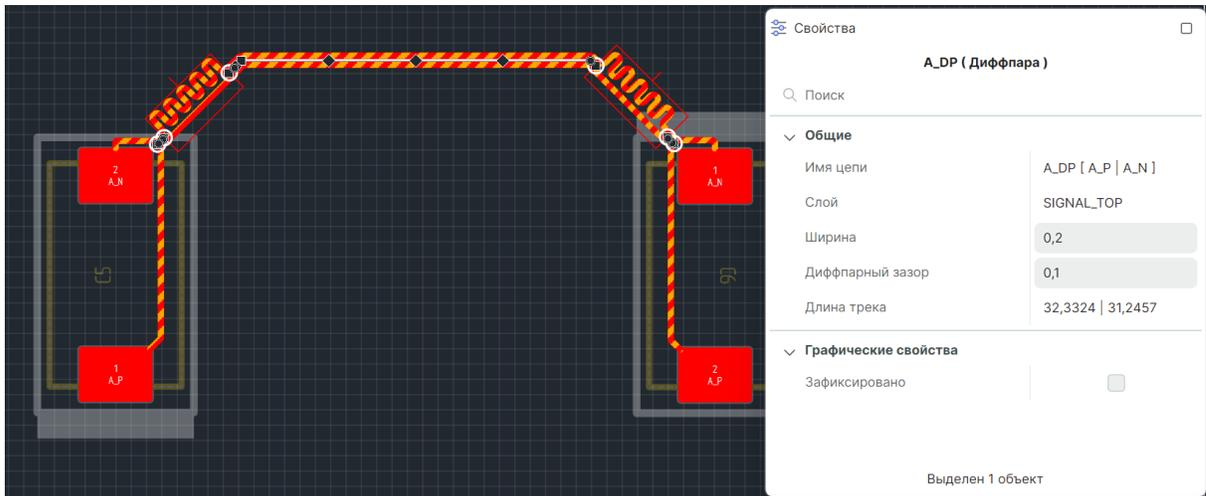

Рис. 389 Результат автоматического выравнивания дифференциальной пары
3. В результате автоматического выравнивания фаз дифференциальной пары будет размещен меандр(ы) на треке меньшей длины, см. Рис. 389.